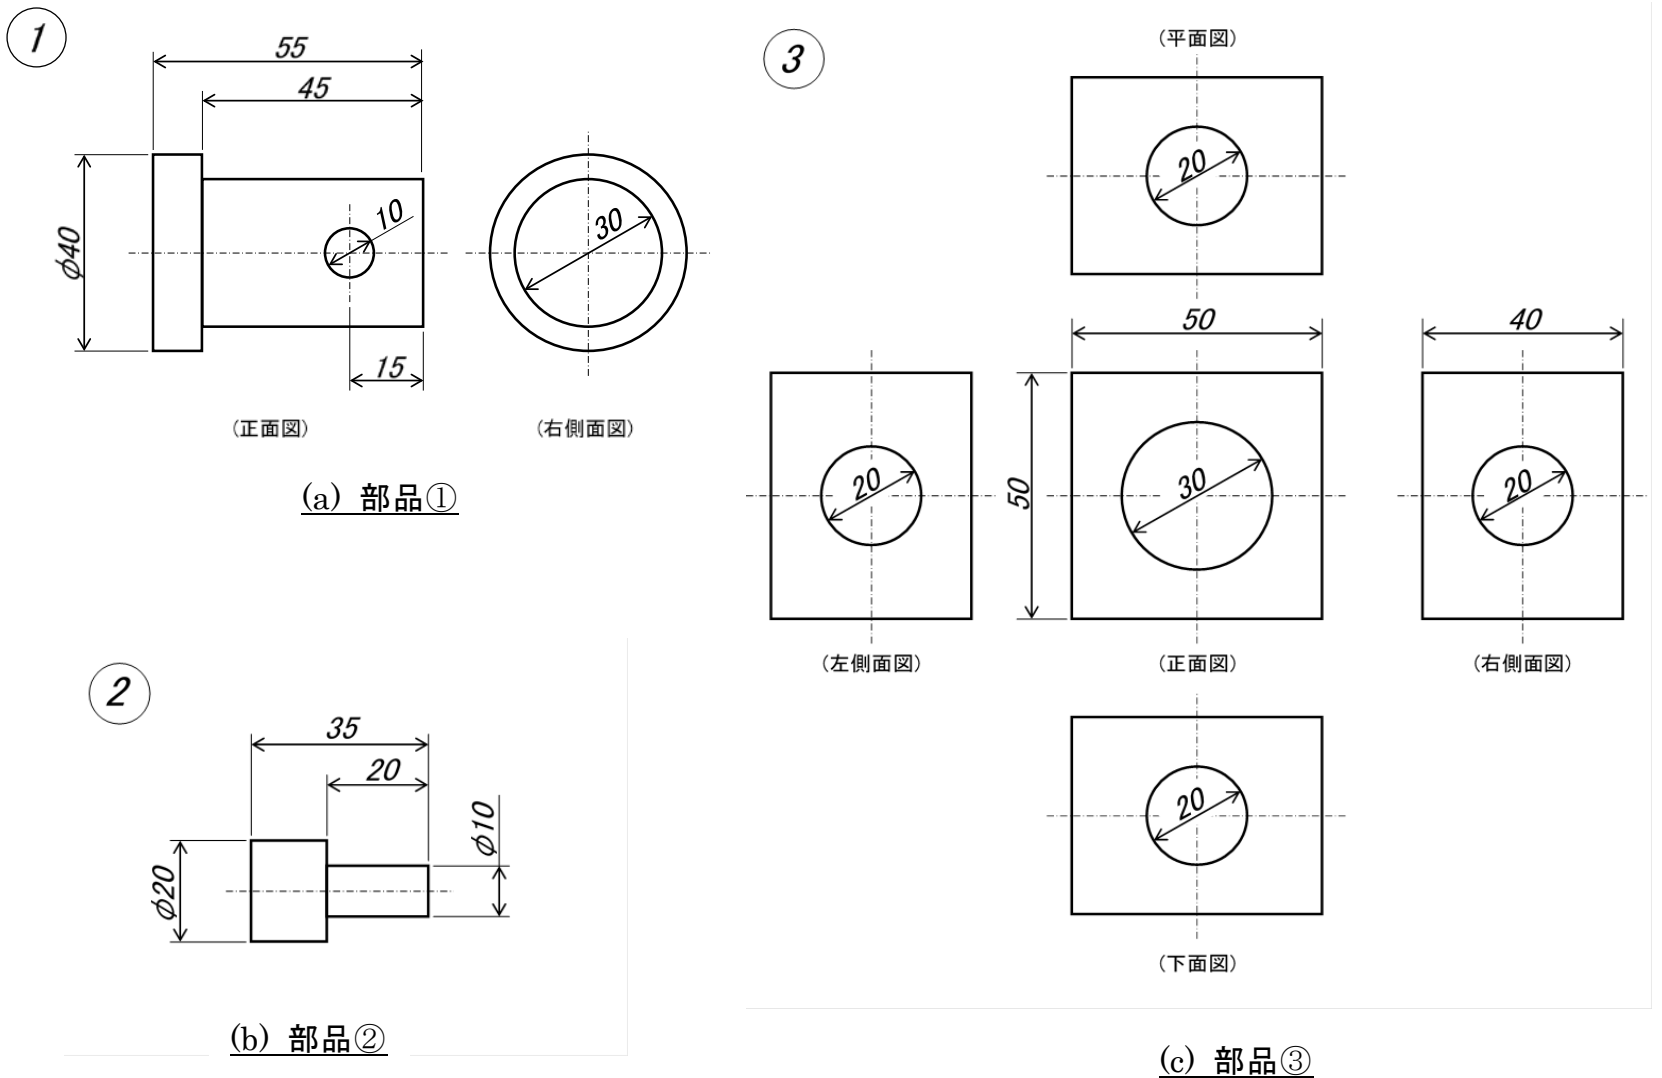

図 1 部品の形状
【問題】3種類の部品を第三角法で描いた図形を 図 1 (a) 部品①、(b) 部品②、(c) 部品③ に示す。これらの3種類の部品を組み立てた製品を第三角法で描くと、左側面から見た図形(左側面図)は、図 2 のようになる。この製品を正面から見た図形(正面図)を 解答欄 (1) に描きなさい。また、図 2 に記入した切断線 A-A で切断し、切断線に付した矢印の向きに見たときの断面図を 解答欄 (2) に描きなさい。